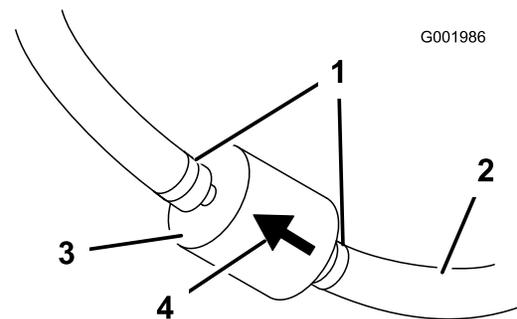

Рисунок 44
5. Сожмите концы шланговых хомутов и сдвиньте их с фильтра (Рисунок 44).